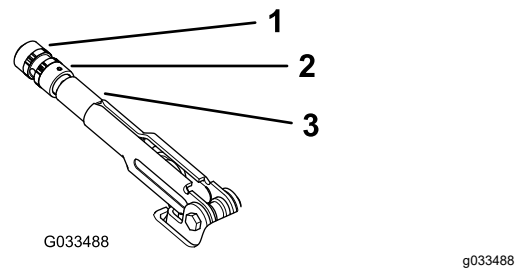

Bild 60
2. Lösen Sie die Stellschraube, mit der das Handrad am Feststellbremshebel befestigt ist (Bild 60).
3. Drehen Sie das Handrad (Bild 60), bis eine Kraft von 20 kg bis 22 kg erforderlich ist, um den Hebel zu betätigen.
4. Ziehen Sie die Stellschraube fest (Bild 60).